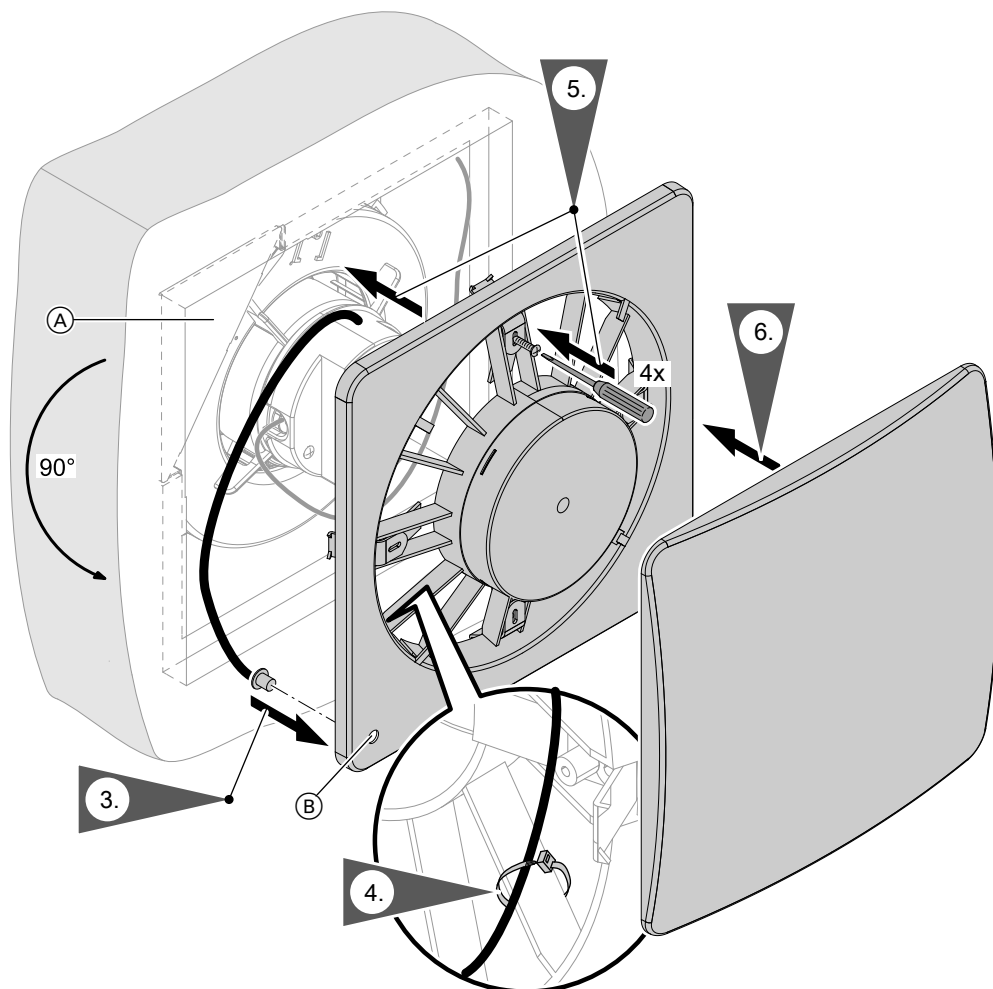

Abb. 11
4. Innenwandblende anbauen: Siehe Abb. 11.
1. Innenwandblende abbauen, in umgekehrter Reihenfolge zu Abb. 11.